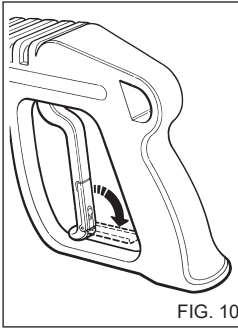

FIG. 10
- Cuando no utilice la hidrolimpiadora, cierre el dispositivo de seguridad de la empuñadura. (fig. 10)